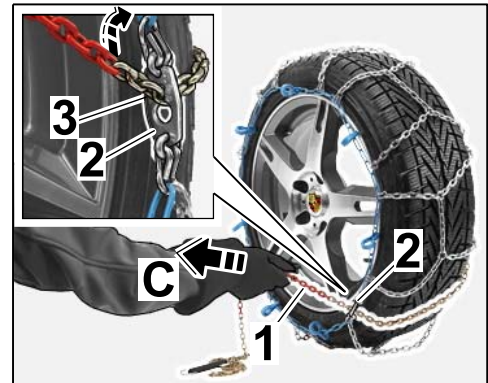

Bild 9
- 2.2.4 Spannkette durch Verschlussplatte straff ziehen (⇒ Bild 9 -C-).
Kettenglied der Spannkette in Schlitz Verschlussplatte einhängen (⇒ Bild 9-D-).